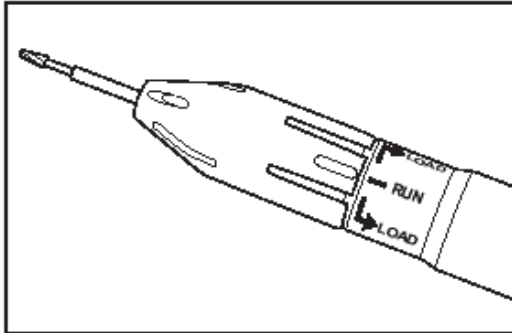

**Figura 3**
2. Inserir a broca dentro da peça de mão com um movimento giratório. A broca estará adequadamente instalada quando a linha **SEGURANÇA** sobre a haste da broca desaparecer dentro da peça de mão. Puxe gentilmente a broca para garantir que esteja segura. Ver Figura 3.